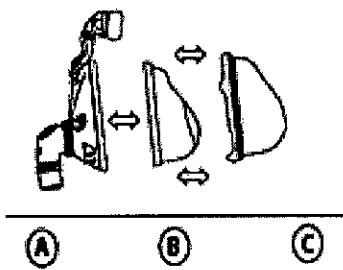

Figura 12
Primero, coloque el almohadillado de gel en el soporte facial (Figura 12). A continuación, coloque la aleta Comfort Flap sobre el almohadillado de gel y empuje el anillo de retención sobre el soporte facial hasta que las lengüetas de conexión encajen en su lugar. Tire con suavidad del almohadillado para comprobar que todas las piezas quedan bien sujetas.
Tire de la almohadilla hacia atrás a través del armazón (Figura 12).
1. Introduzca la almohadilla en la parte delantera del armazón y presione para colocarla (Figura 12).